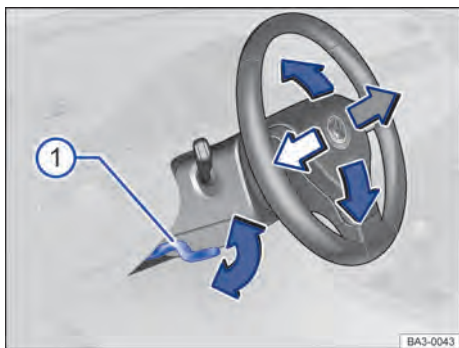

Fig. 65 Embaixo e a esquerda do volante junto com o revestimento da coluna de direção: alavanca de ajuste da posição do volante.
- Empurrar a alavanca para baixo segurando-a pelo seu manipulador → Fig. 65 ①.